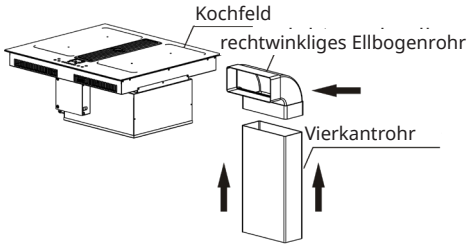

Abbildung 5
6. Setzen Sie den rechtwinkligen Bogen über den Luftauslass und stecken Sie dann das Vierkantrohr in den rechtwinkligen Bogen (siehe Abbildung 5).